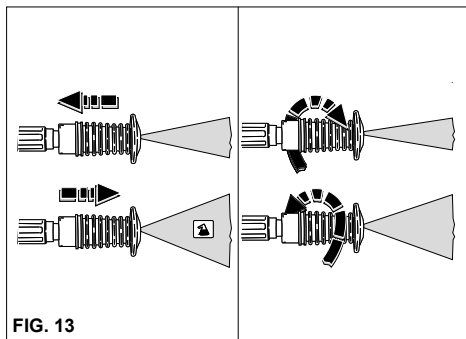

FIG. 13
EMPLOI DE LA BUSE REGLABLE MULTIREG (fig. 13)
- Quand le nettoyeur haute pression n'est pas utilisé, fermer le dispositif de sécurité de la poignée. (fig. 13).
2) Actionner le nettoyeur haute pression, activer la commande d'aspiration du détergent présente sur la lance (fig. 13), et répandre la solution sur la surface à laver en procédant de bas en haut. Laisser agir quelques minutes.